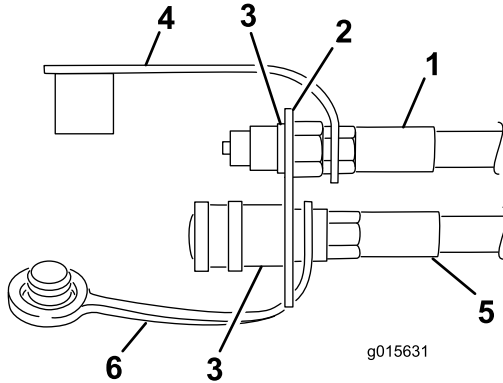

Bild 17
3. Befestigen Sie die Schläuche an der Buchsenkupplung (Bild 17).
4. Schieben Sie das Schleifenende des Staubdeckels (Bild 17) über das Ende des Hydraulikschlauchs, das vom hinteren Ventilanschlussstück kommt.
6. Stecken Sie das Schlauchende durch das obere Loch in der Kupplungshalterung (Bild 17).